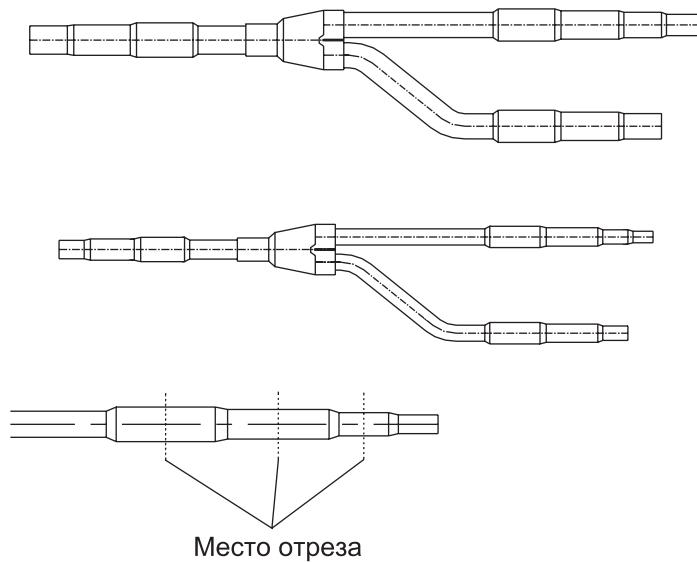

Рис. 11.5 — Отрез разветвителя в нужном сечении
11.4.4 Разветвитель имеет разные диаметры в разных сечениях. В зависимости от мощности блока и диаметра трубы разветвитель отрезается в нужном сечении (см. рис. 11.5).